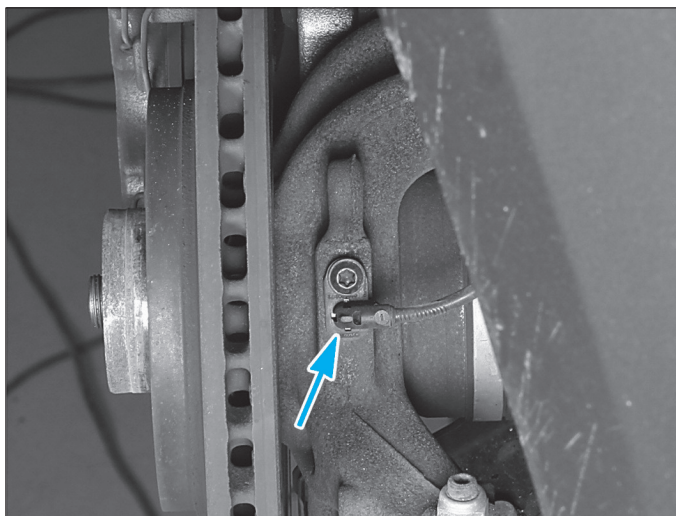

FIG. 23
- Déposer la vis du capteur de vitesse de roue (Fig.23).